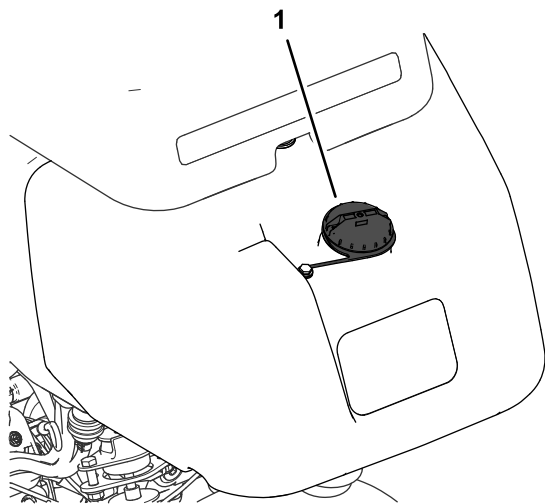

Bild 23
1. Reinigen Sie den Bereich um den Tankdeckel und nehmen Sie den Deckel ab (Bild 23).